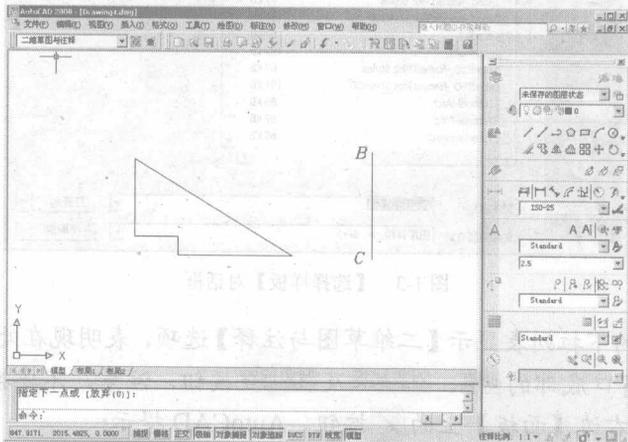

图 1-5 画线段 BC
5. 按 **Enter** 键重复画线命令，画线段 BC，如图 1-5 所示。